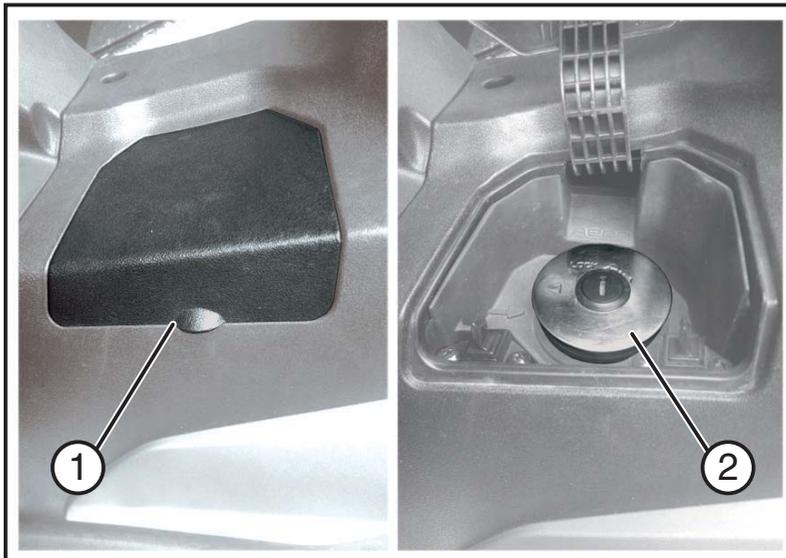

Fig. 02
- Ouvrir le volet « **1- Fig. 02** »;
- Enlever le bouchon du réservoir « **2 - Fig. 02** ».